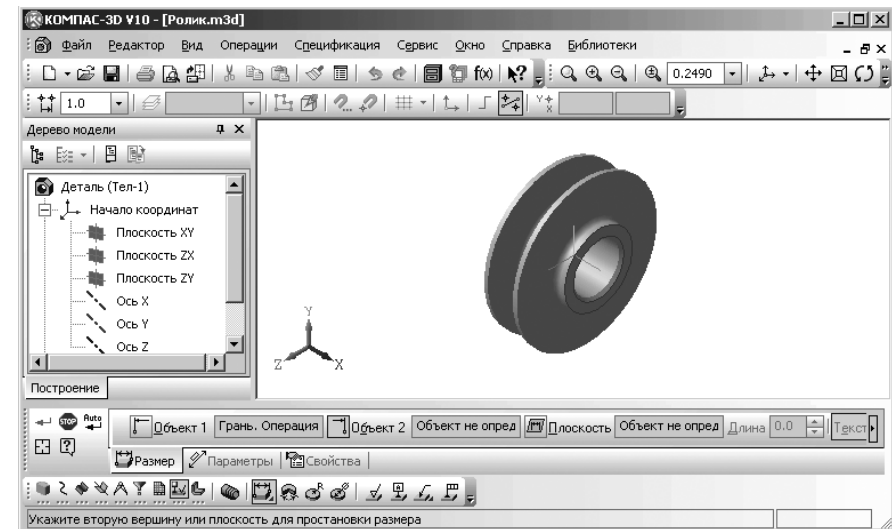

Рис. 3.136. Главное окно системы в режиме начала простановки линейного размера
- переместите указатель мыши на видимую плоскость бобышки и как только она выделится, щелкните мышью. Указанная плоскость выделится пуктирными линиями рис. 3.136. В строке сообщений появится подсказка: **Укажите вторую вершину или ребро или плоскость для простановки размера**;